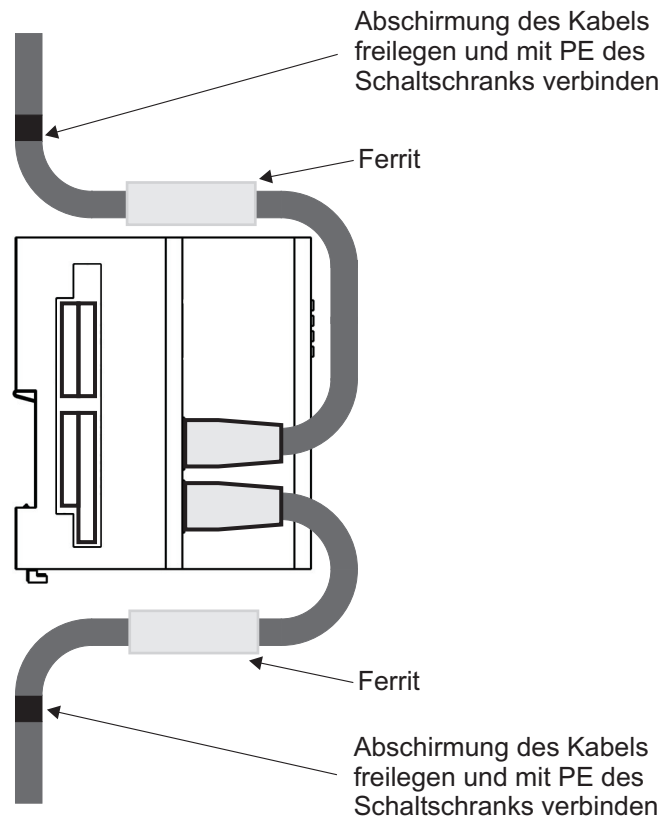

Abbildung 13: Kabelführung
- ▶ Verlegen Sie die Anschlussleitungen nach den Vorgaben in ▶Abbildung 13◀. Die Abschirmung des Kabels muss zuerst freigelegt werden. Die Länge der freigelegten Abschirmung soll der Breite der Befestigungsschelle entsprechen. Das Kabel wird mit der Schelle so befestigt, dass eine Verbindung zwischen Abschirmung des Kabels und PE des Schaltschranks besteht.
- ▶ Bringen sie an jedem Kabel zwischen dem Stecker und der Auflegestelle an der Montageplatte einen Ferrit an (siehe ▶Abbildung 13◀), um die Störeinstrahlung zu reduzieren.